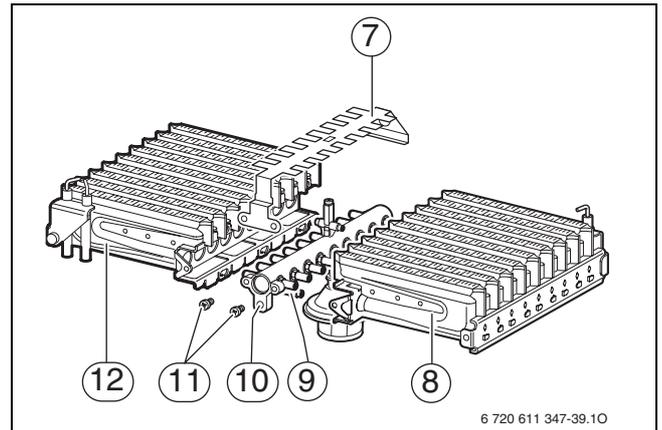

Fig. 48
- ▶ Rimuovere le viti (11) (→ fig. 48).
- ▶ Togliere il lamierino spargifiamma (7).
- ▶ Rimuovere le viti dai punti di fissaggio (9). Togliere la parte sinistra (12) e la parte destra (8) del bruciatore dalla rampa ugelli (10).